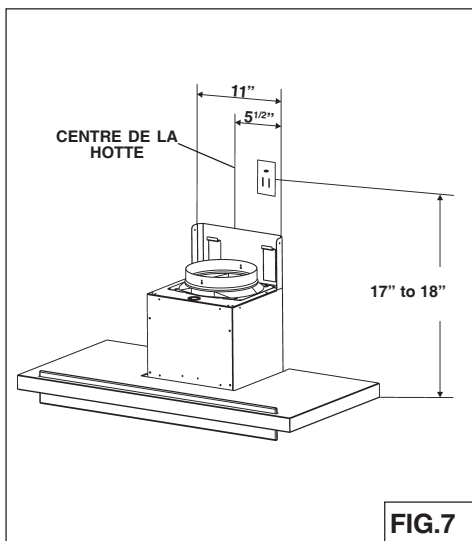

FIG.7
2. Installez une boîte électrique standard de 5,1 x 10,2 cm (2 x 4 po) et une prise de courant à 3 broches, 125 volts, 15 ampères avec mise à la terre (Fig.7).